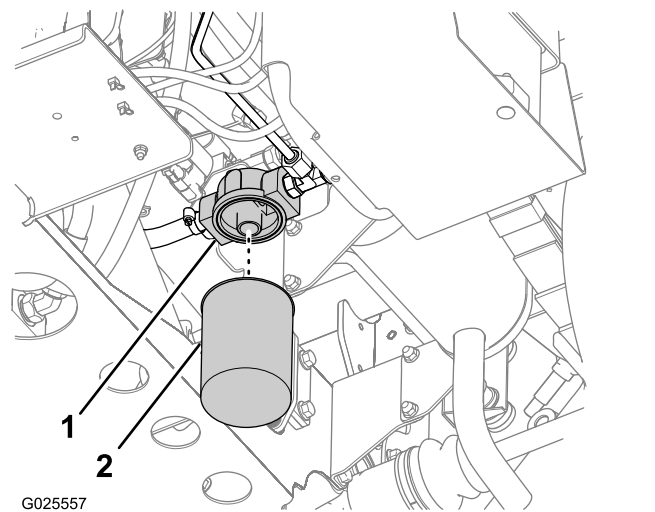

Figura 82
2. Limpie la zona de montaje del filtro (Figura 82).
3. Coloque un recipiente debajo del filtro (Figura 82).
4. Retire el filtro girándolo en sentido antihorario (Figura 82).
5. Limpie la superficie de asiento del adaptador del filtro (Figura 82).
7. Enrosque el filtro sobre el adaptador del filtro hasta que la junta del filtro toque la superficie de asiento del adaptador (Figura 82), y luego apriete el filtro 1/2 vuelta más (Figura 82).